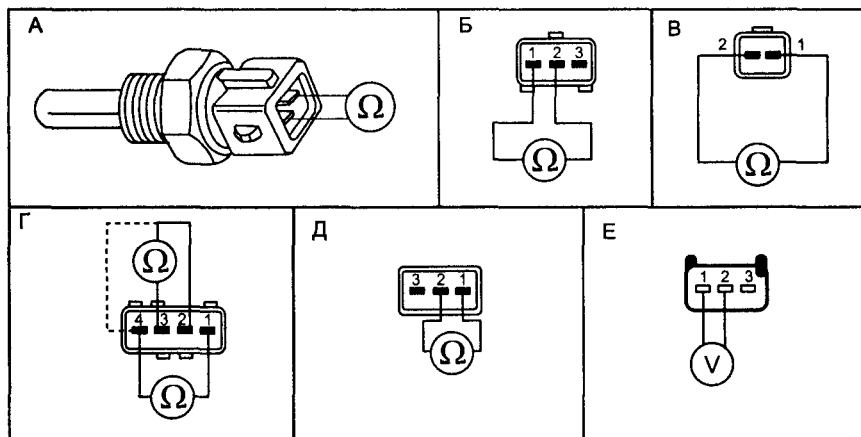

Рис. 1.3.9. Датчики двигателя
Для проверки датчик ЕСТ извлекают из системы охлаждения двигателя, моделируют изменение температуры датчика (например, нагревая его в сосуде с водой) и проверяют изменение сопротивления в (см. рис. 1.3.9а и табл. 1.3.7).
Это важнейший датчик для ЭСУД, по нему определяется частота вращения и относительное положение коленвала. Конструктивно он исполнен в виде электромагнитного датчика. Для проверки датчика СКР отключают от него разъем и проверяют сопротивление обмотки между контактами 1 и 2, оно должно быть в пределах 200...500 Ом (см. рис. 1.3.9б). Затем на работающем на х.х двигателе с помощью осциллографа проверяют выходной сигнал датчика СКР, сравнивая его с контрольной осциллограммой (см. рис. 1.3.5а).
Датчик INLS — индуктивного типа, он находится в первом цилиндре и генерирует сигнал «открытия—закрытия» иглы распылителя первой форсунки. На его основе ЭСУД фиксирует момент начала впрыска и задействует контур обратной связи через регулятор FITS, обеспечивая совпадение действительного и заданного моментов начала впрыска. Для проверки датчика INLS отключают от него разъем и проверяют сопротивление обмотки, оно должно быть в пределах 100...140 Ом (см. рис. 1.3.9в). Затем на работающем на х.х двигателе с помощью осциллографа проверяют выходной сигнал датчика INLS, сравнивая его с контрольной осциллограммой (см. рис. 1.3.5з).
- отсоединяют разъем датчика APP от жгута и измеряют сопротивление между контактами 3 и 4 разъема датчика, оно должно быть около 3800 Ом (см. рис. 1.3.9г);
- слегка нажимают педаль акселератора, сопротивление между контактами 2 и 3 разъема датчика APP должно быть около 1500 Ом, а при отпущенной педали — бесконечно большим (см. рис. 1.3.9г);
- до упора нажимают педаль акселератора, сопротивление между контактами 1 и 4 разъема датчика APP должно быть около 1653 Ом, при отпущенной педали — около 4890 Ом (см. рис. 1.3.9г). При перемещении педали сопротивление должно изменяться плавно без провалов и рывков.
Для проверки датчика BPP нажимают педаль тормоза, сопротивление между контактами 1 и 2 разъема датчика BPP должно быть равно нулю, при отпущенной педали — бесконечно большое (см. рис. 1.3.9д).
Конструктивно он исполнен в виде датчика Холла. Для его проверки отсоединяют разъем от датчика VSS, включают зажигание, на контакте 1 разъема жгута датчика должно быть 11...14 В (см. рис. 1.3.9е), если этого нет, проверяют замок зажигания, предохранитель F2 и соответствующие соединения. После этого подключают разъем VSS датчика на место, обеспечивают доступ к контактам разъема ЕСМ, освобождают ведущие колеса трансмиссии и, вращая их, измеряют напряжение на контакте 36 ЕСМ. Оно должно изменяться от 0,4 до 12 В.